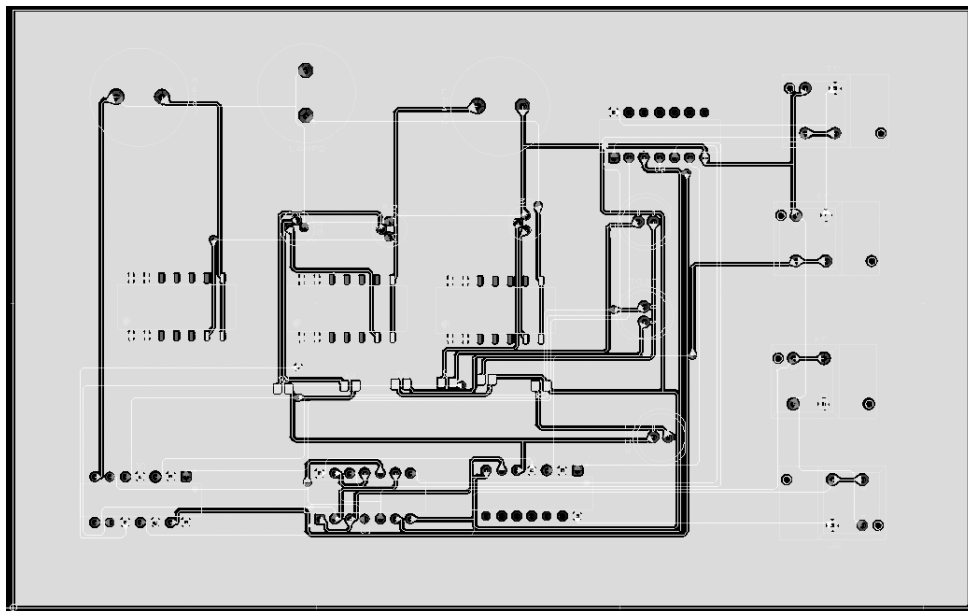

图 12-85 补泪滴结果
13) 选择默认设置, 单击 按钮, 完成对象的泪滴添加操作, 结果如图 12-85 所示。